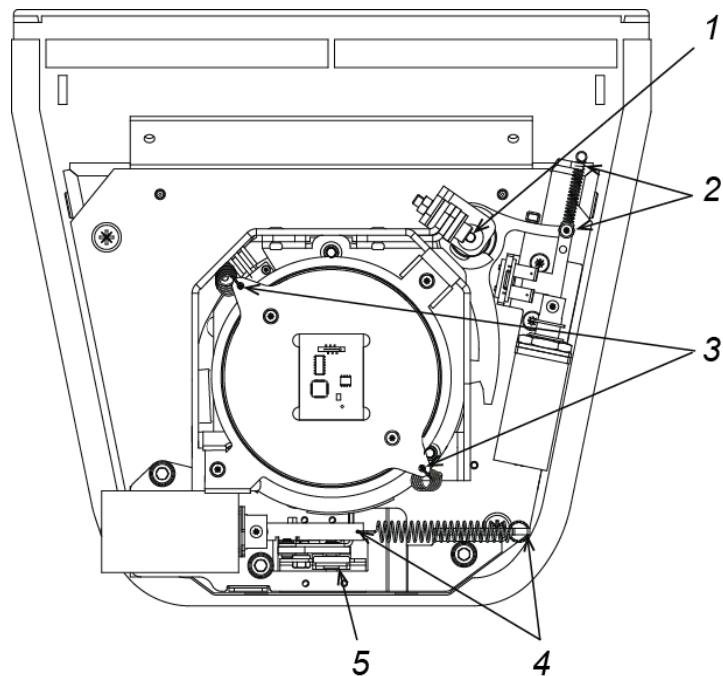

Рисунок 21. Техническое обслуживание механизма турникета
- Проверьте надежность крепления преграждающих планок (3) к маховику и при необходимости подтяните установочные винты крепления преграждающих планок.
- Снимите колпак турникета (1) с блоком индикации (2) согласно разд. 6.
- ось вращения рычага стопора (точка 1 на рис. 21) – смазкой **Chain and Rope Lube Spray – WEICON** или другой с аналогичными свойствами;
- места крепления пружин (точки 2, 3, 4 на рис. 21) – молибденовой смазкой;
- детали механизма аварийного открытия прохода (автоматического опускания преграждающей планки «Антитраница», точка 5 на рис. 21) – смазкой **Chain and Rope Lube Spray - WEICON** или другой с аналогичными свойствами.
8. Проверьте надежность крепления кабелей в клеммных колодках платы интерфейса (10) и платы управления (9). При необходимости подтяните отверткой винты крепления кабелей.
10. Вставьте нижнюю часть зацепов колпака турникета в пазы корпуса (6) и опустите на половину высоты. Подключите кабель индикации (8) к блоку индикации турникета и к разъему **X8 (INDICATION)** платы интерфейса и опустите колпак до упора. При опускании колпака проследите, чтобы кабель индикации (8) складывался вперед и не защемлялся элементами конструкции. Зафиксируйте колпак винтами в нижней части корпуса.
11. Установите маховик (4) с преграждающими планками (3) в следующем порядке:
- Зафиксируйте маховик тремя винтами (5), установив под головку каждого винта пружинную шайбу. на резьбу винтов перед вкручиванием для надежной фиксации нанесите клей-герметик.